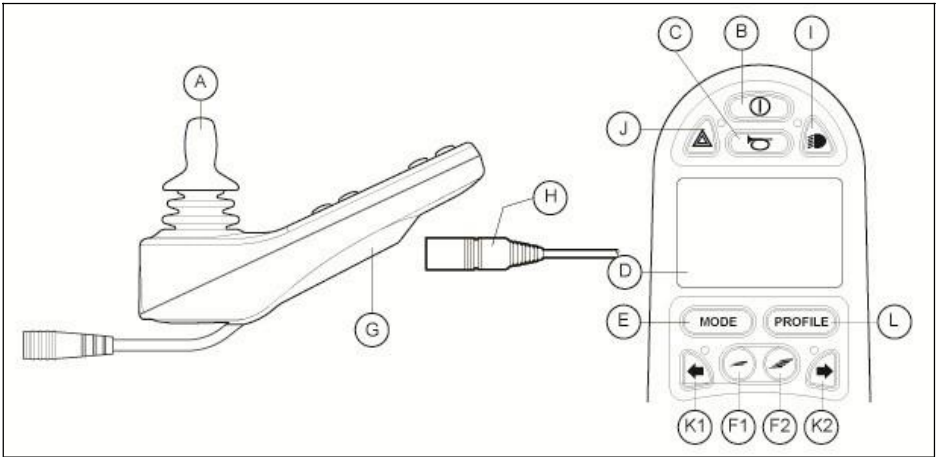
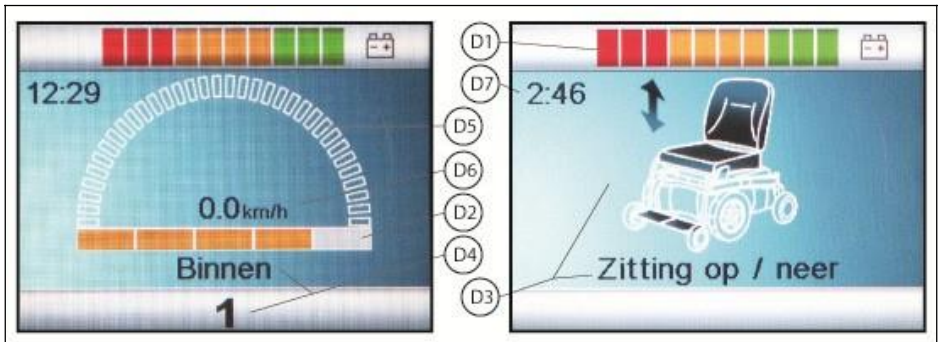

Abbildung 1.2
Abbildung 1.3: links: 'Fahrmodus', rechts: 'Einstellungen'-Modus
Um mit dem Rollstuhl fahren zu können oder um die elektrischen Einstellungen vornehmen zu können, muss die Steuerung eingeschaltet werden. Drücken Sie hierzu auf den Ein-/Ausschalter (B in Abb. 1.2).
Die Höchstgeschwindigkeit wird über den Geschwindigkeitsregler am Steuerkasten eingestellt (F1 und F2 in Abb. 1.2). Auf dem Bildschirm gibt der Geschwindigkeitsbalken grafisch die Maximalgeschwindigkeit an (D2 in Abb. 1.3). Während der Fahrt wird die Geschwindigkeit mit dem Joystick eingestellt. Wird der Joystick nur ein kleines bisschen bewegt, dann ist auch die Geschwindigkeit gering.
Mit diesem Steuerkasten können Sie mehrere Fahrprofile nutzen. So kann ein Fahrprofil für die Verwendung in der Wohnung den Stuhl "ruhig" reagieren lassen. Für draußen ist es möglich, den Rollstuhl "temperamentvoller" einzustellen. Der Name des aktuellen Profils steht unter dem Geschwindigkeitsbalken (D4 in Abb. 1.3). Mit R-Net ist es möglich, innerhalb jedes Profils die Geschwindigkeit zu regeln.
Zum Ändern des Profils muss die "Profile"-Taste gedrückt werden (L in Abb. 1.2). Drücken Sie auf die "Profile"-Taste, bis das gewünschte Profil ausgewählt wurde.
2. Gehen Sie in den Modus "Einstellungen", indem Sie die "Modustaste" drücken (E in Abb. 1.2). Die Steuerung befindet sich jetzt im 'Einstellungsmodus'. Es ist jetzt nicht mehr möglich, zu fahren.
- Beleuchtung (I in Abb. 1.2)
- Warnlicht (J in Abb. 1.2)
- Blinker (K1 & K2 in Abb. 1.2)
- Wenn das Bedienelement nicht eingeschaltet ist, drücken Sie auf den Ein-/Ausschalter (B in Abbildung 1.2).